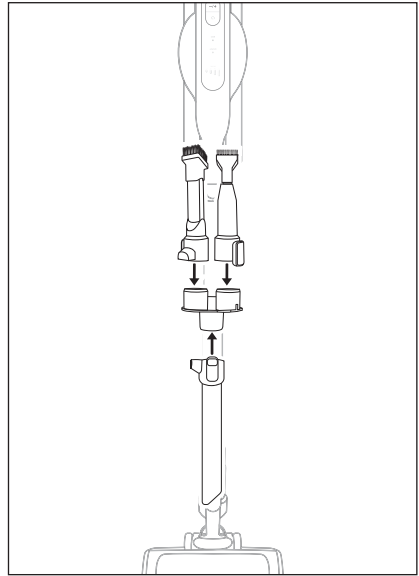

Abb. 20
- ◆ Entfernen Sie Zubehör vom Gerät und stecken Sie es zur Aufbewahrung auf die Zubehörhalterung **17** (siehe Abbildung 20).